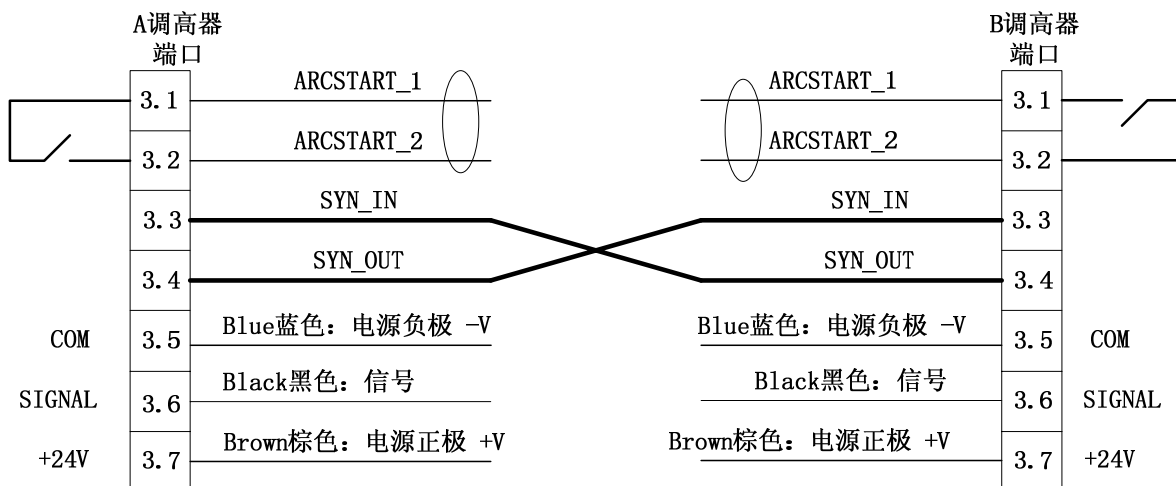
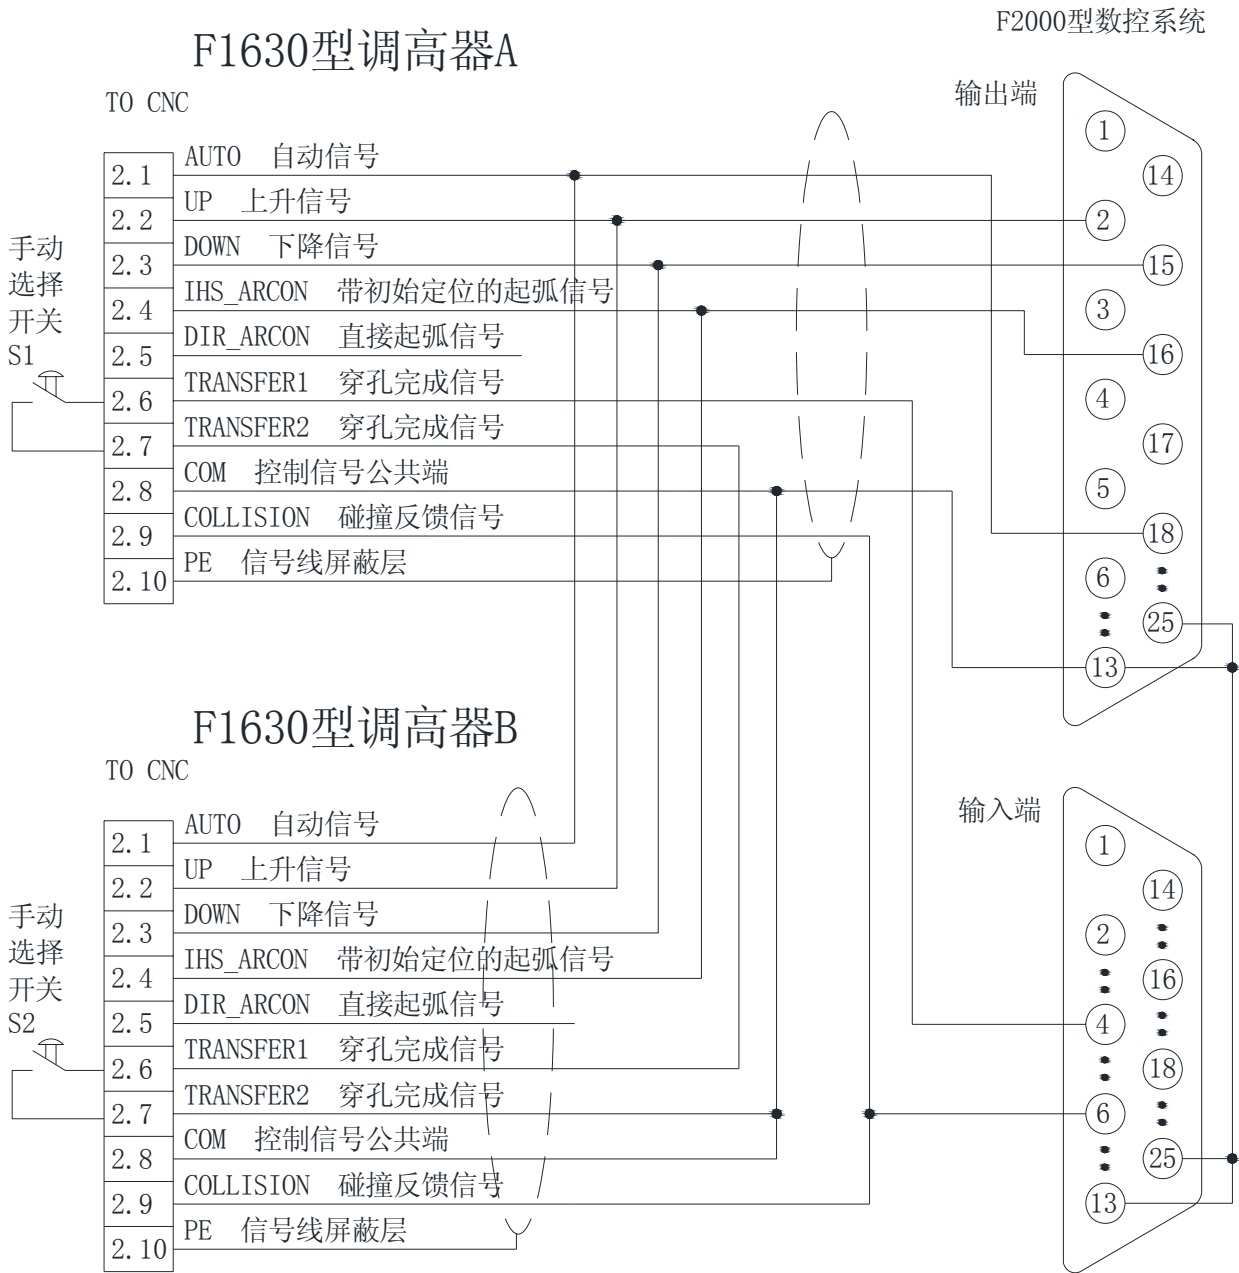

图 3.7 双调高器同步端接法
图 3.12 双调高器起弧完成信号与方菱数控 F2000 系列数控系统连线
- 1) 当使用两台调高器（假定为 A 和 B）时，当数控系统发出带定位的起弧命令后，两台调高器都会进行定位动作，按照（图 3.7 双调高器同步端接法）的连线，如果 A 先完成定位，它不会立刻起弧，而是等待 B 完成定位动作，同时，A 通过 SYN_OUT 端口发信号给 B 的接收端口 SYN_IN，表明自己已经完成定位，然后又过一段时间，当 B 完成定位时，它也会通过自己的 SYN_OUT 端口发信号给 A 的 SYN_IN 端口，表明自己也完成了定位动作，这样，两台调高器各自完成定位，并收到对方完成定位的信号，然后一同起弧（对每个调高器而言，起弧的条件就是自身完成定位，并且对方也完成定位）。如果其中一台调高器因故障始终没有完成定位，则所有调高器都不会起弧。
- 2) 两台调高器均起弧后，各自判断自己收到的弧压是否正常，如果 A 起弧成功，则 A 的穿孔完成接点闭合（穿孔完成接点为一继电器常开触点），同理，如果 B 起弧成功，则 B 的穿孔完成接点闭合。两个穿孔完成节点均闭合，数控系统才收到穿孔完成信号，才开始移动机床，开始切割过程。图 3.12 已经画出双调高器穿孔完成信号与数控系统连线，为突出重点，穿孔完成连线如下图所示：
- 1) 如果两台调高器要同时使用，接线必须按照图 3.7 和图 3.12 所示，正确连接定位同步端和穿孔完成端的连线。其中，定位同步端应该有一个信号公共端，但因为两台调高器均有信号公共端与数控系统信号公共端连在一起，实际上调高器之间的信号公共端也已相连，不需要再单独设一信号公共端连线。